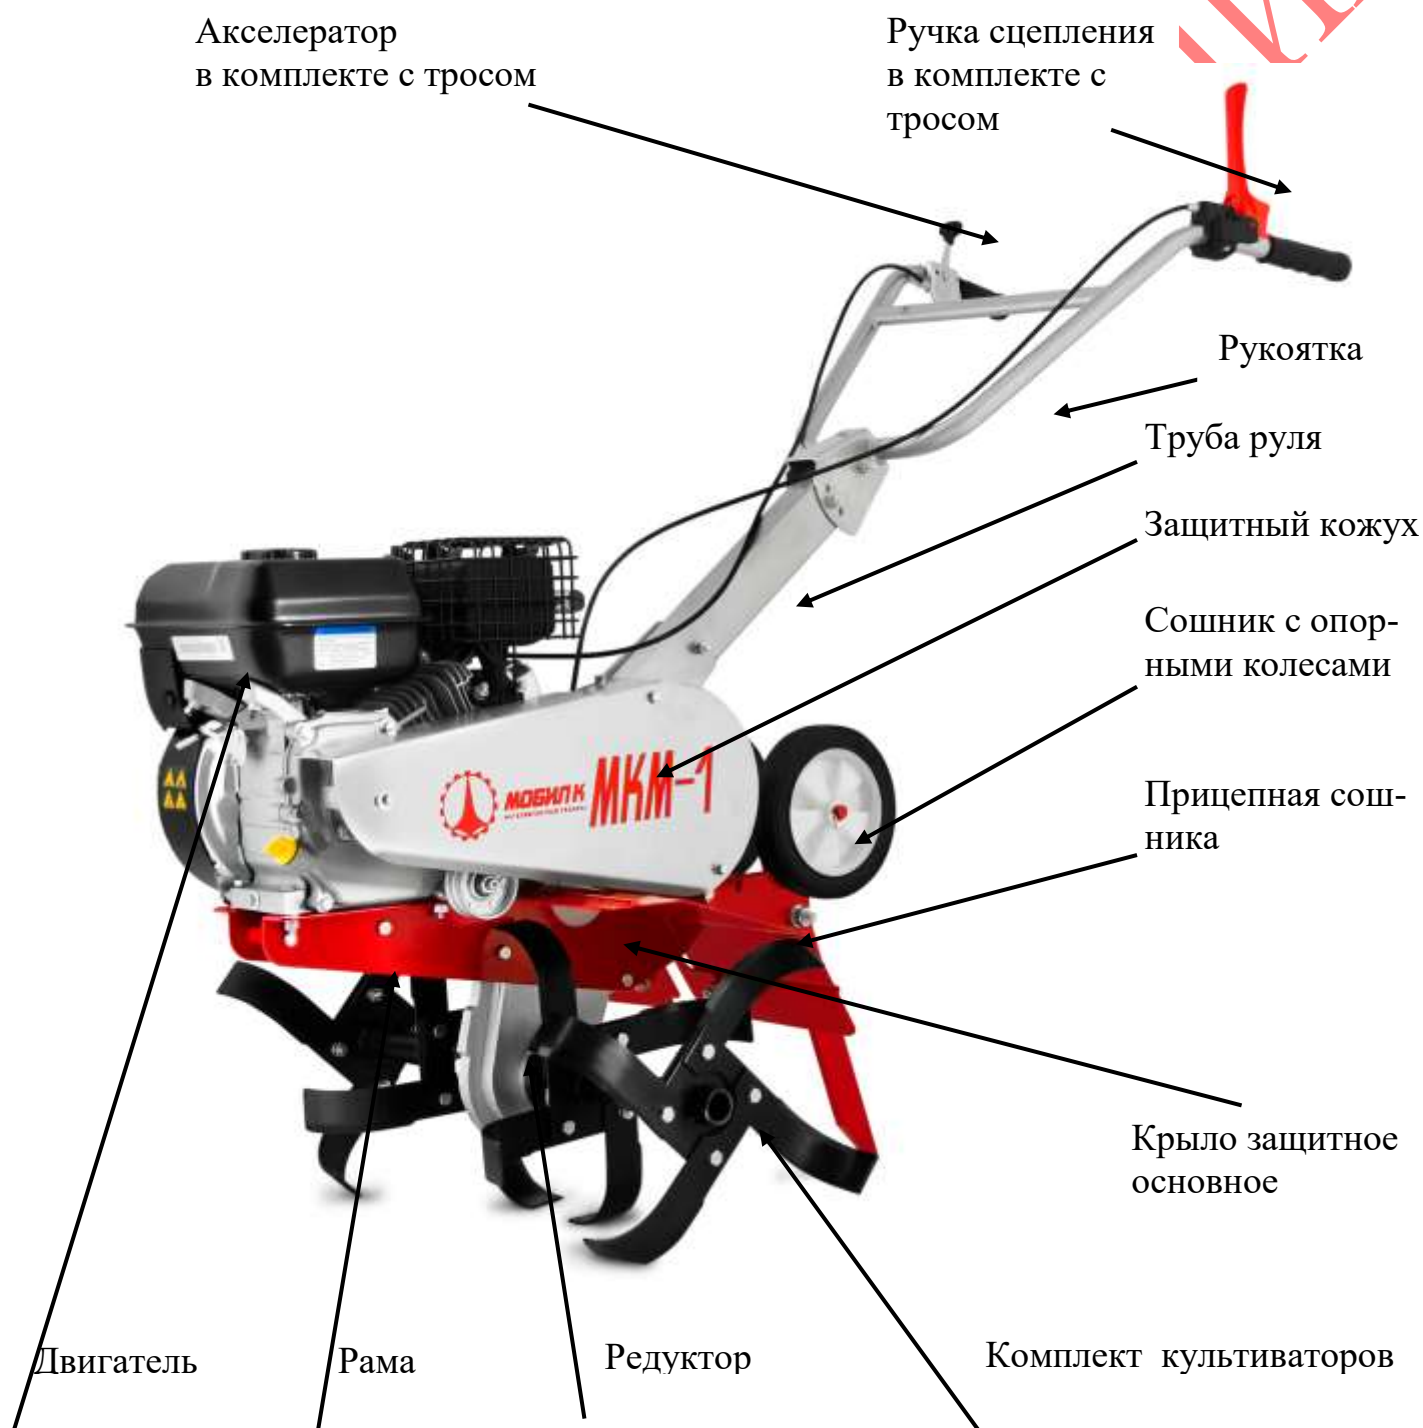

Рис.1 Мотокультиватор МКМ-1.
- 7.3. Установить и собрать руль, Рис.1, Рис.6.
- 7.7. Установить сошник с опорными колесами вниз, зафиксировав его на прицепной сошник посредством 2 осей со штифтами, Рис.1, Рис.3.
7.11. Проверить натяжение ремня. Для чего снять защитный кожух клинового ремня. Зазор между верхней и нижней ветвями ремня должен быть 50-60 мм, а зазор между ограничительными скобами и внешней стороной ремня должен быть 3-5 мм при нажатой ручке сцепления, Рис.10. При необходимости установить контрольный размер 50-60 мм регулировочным винтом на ручке сцепления Рис.7, для этого открутите контргайку. Выкручивая винт регулировки троса сцепления зазор между верхней и нижней ветвями уменьшается, закручивая винт регулировки троса сцепления зазор между верхней и нижней ветвями увеличивается. После регулировки контргайку закрутите. При невозможности установки контрольного размера регулировочным винтом, регулировку произвести перемещением двигателя по пазам рамы, Рис.1, Рис.10. Зазор между ограничительными скобами и внешней стороной ремня регулируйте с помощью болтов М8 Рис.10. Для чего необходимо открутить болт М8, отрегулировать зазор 3-5 мм и затем болт закрутить и затянуть. Установить на место кожух клиноременной передачи и закрепить.